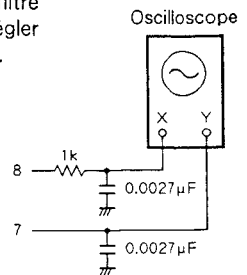

Fig. 4
2. Tourner lentement le tournevis de façon à ce que la largeur de la forme d'onde de Lisajous dans la direction de l'axe X devienne minimum puis tourner le tournevis jusqu'à obtenir une forme d'onde de forme identique à celle de l'item d 4 de "Vérification du centrage". (Fig. 4)